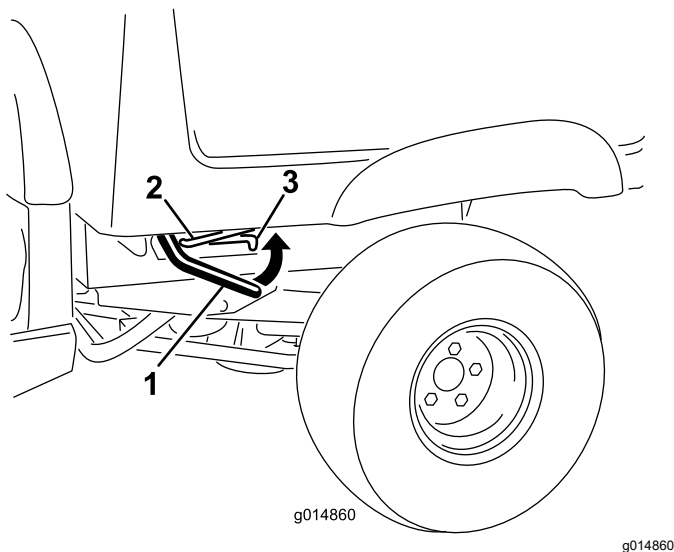

図 14
- 荷台の右側または左側でレバーを引き上げ、荷台を持ち上げる **図 14**。
1. ラッチバーを引き上げて荷台を少し持ち上げる 図 14。